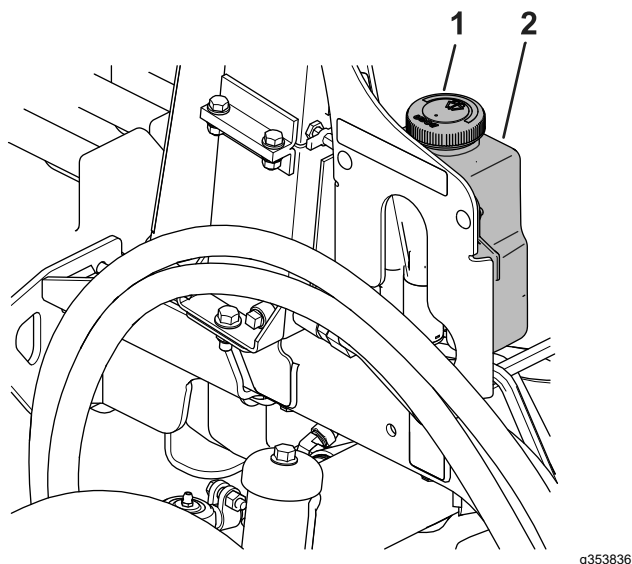

Рисунок 87
1. Снимите крышку бачка (**Рисунок 87**).